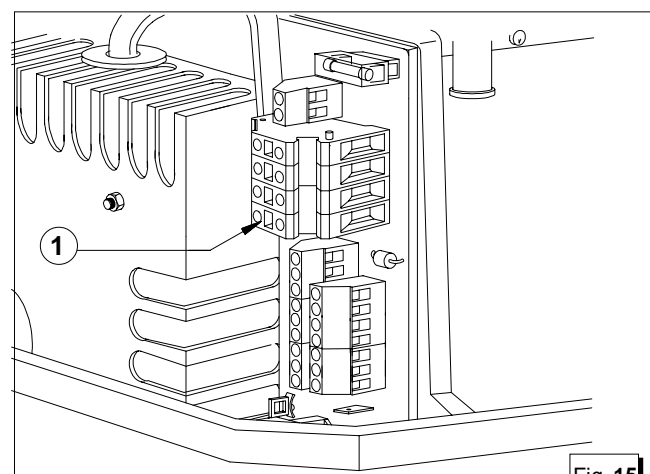

Fig. 15
Questo collegamento è eseguibile tramite la morsettieria di potenza (fig. 15, rif. 1).
This connection can be done through the power terminal board (fig. 15, ref. 1) placed inside the derivation box.
Ce raccordement est réalisable grâce au bornier de puissance (figure 15, réf.1).
- Per ottenere i collegamenti sia in parallelo che in serie utilizzare sulla morsettiera fig. 15 rif. 1 gli appositi ponticelli dati in dotazione negli accessori del gruppo elettrogeno.
- To make both parallel and serial connections, use the special bridges provided in the accessories to the electric generator on the terminal board fig. 15 ref. 1.
- Pour obtenir des liaisons aussi bien en parallèle qu'en série utiliser sur le bornier figure 15 - réf. 1 les barrettes appropriées, livrées avec les accessoires du groupe électrogène.